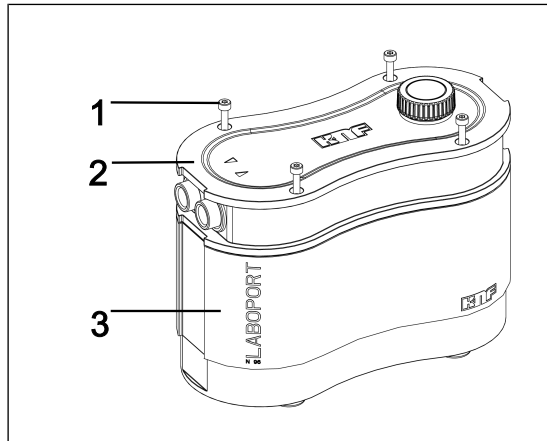
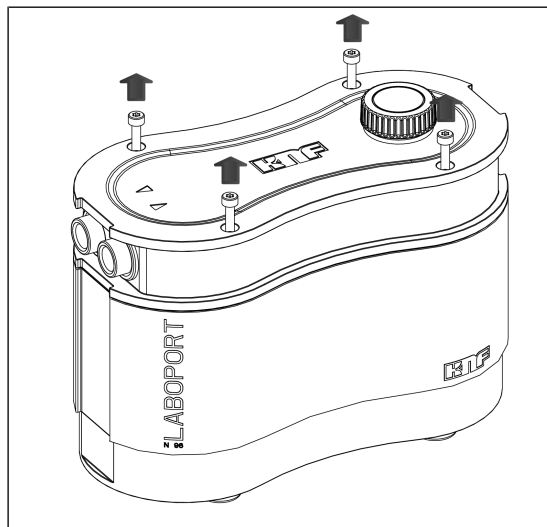
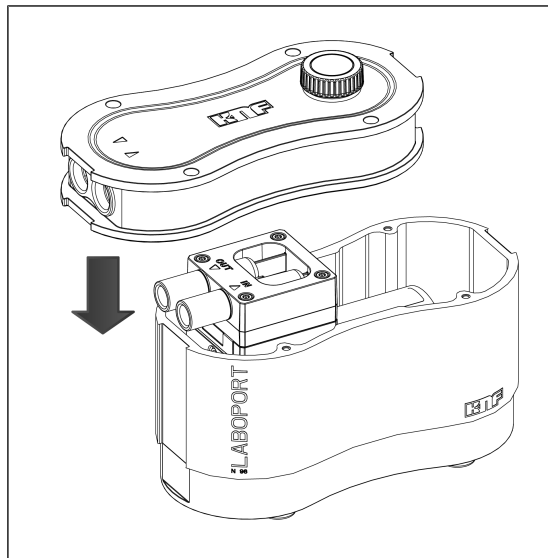

Fig.6: Abrir la carcasa
Fig.7: Aflojar los tornillos de la carcasa
Fig.11: Colocar la tapa de la carcasa
1. Aflojar los cuatro tornillos de la carcasa (Fig. 6/1) und entnehmen Sie diese aus dem Gehäusedeckel (2) (ver Fig. 7).
1. Colocar con cuidado la tapa de la carcasa (Fig. 6/2) sobre la carcasa de la bomba (3) (ver Fig. 11).